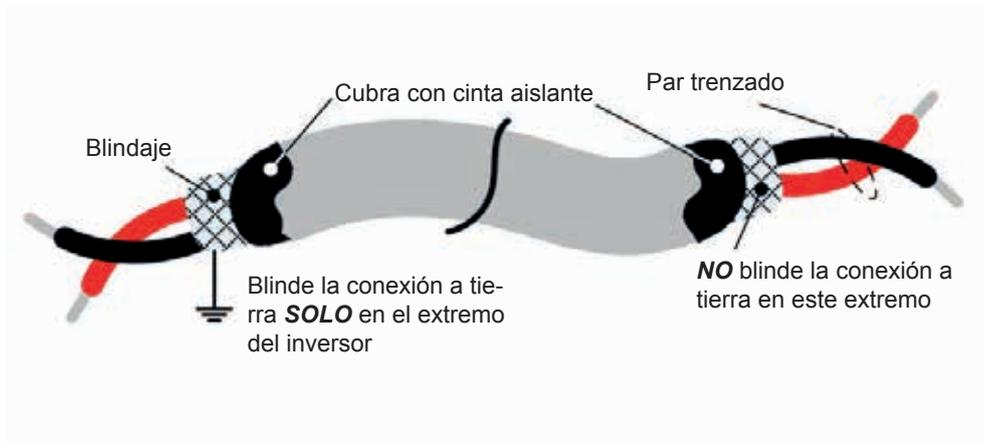

Fig. 3.17.1 Cable blindado trenzado
(1) Separe del cableado del circuito principal los cables para las terminales del circuito de control para las terminales (R/L1, S/L2, T/L3, U/T1, V/T2, W/T3).
(2) Separe los cables para las terminales del circuito de control R1A-R1B-R1C (o R2A, R2C) (salidas de relés) de los cables para las terminales ① - ⑧, A01, A02, GND, DO1, DO2, DOG, +12 V, (-12 V), AI1, AI2 y del cable a tierra (GND).
(3) Use cables en par trenzados y blindados (#24 - #14 AWG / 0.5 -2 mm²) según se muestra en la Fig. 3.17.1 en los circuitos de control para minimizar los problemas de ruidos. La distancia máxima del cableado no debe exceder 50 m (165 pies).